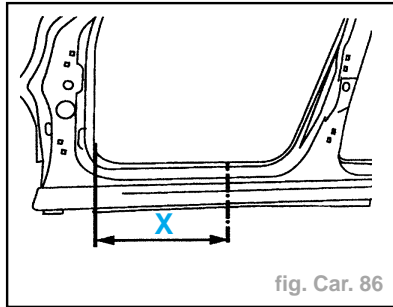

fig. Car. 86
- Tracer puis découper à l'aide d'une meule épaisseur 1 mm (coupe définitive) (fig. Car. 86).